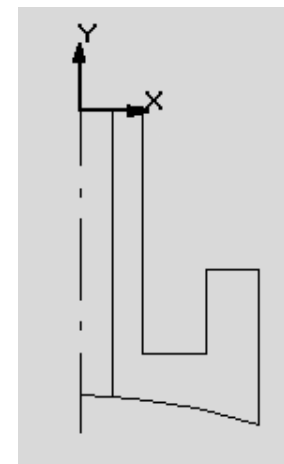

Рис. 4.70
5. Введите осевую линию симметрии (см. раздел 4.2.1, пункт 10). Удалите вспомогательные кривые и точки (рис. 4.70).